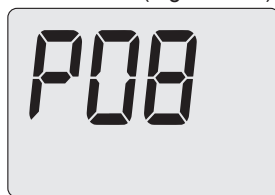

Figura 5.40
- Premere il tasto 14 fino a far apparire sul display LCD codice **P08**, indicante l'entrata nel "parametro P08" (Figura 5.40).
- Premendo il tasto 13 o 14 (Figura 5.36) si ottiene la conferma del valore inserito e si ritorna alla lista parametri (Figura 5.40).